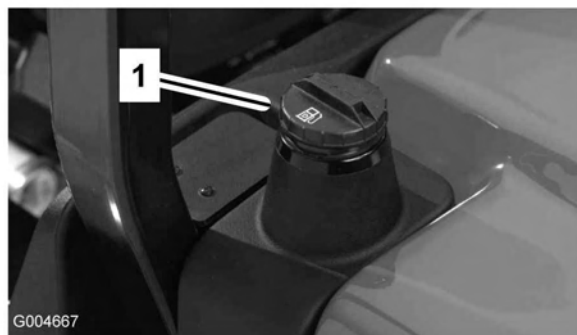

Figura 8
1. Retire el tapón del depósito de combustible (Figura 8).